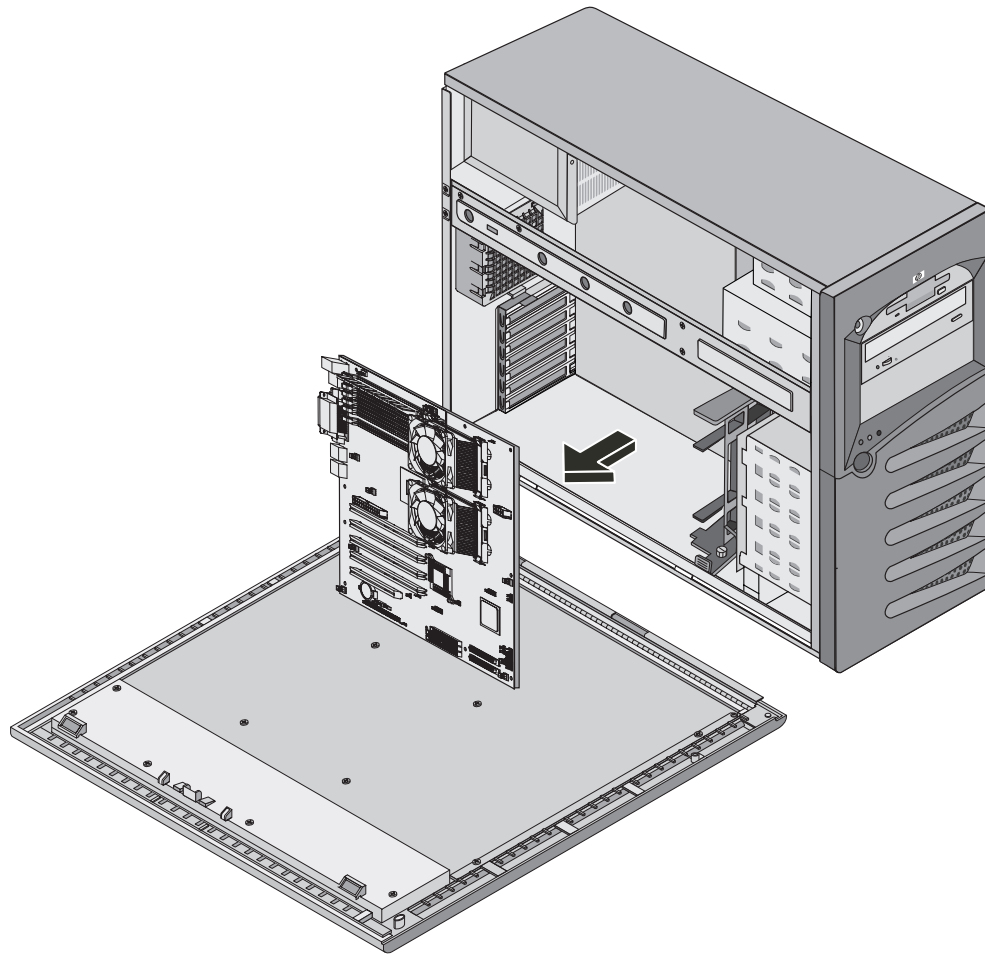

Abbildung 5-4: Entfernen der Systemplatine
12. Ziehen Sie die Systemplatine nach vorne, heben Sie sie an, und nehmen Sie sie aus dem Gehäuse (siehe Abbildung 5-4).